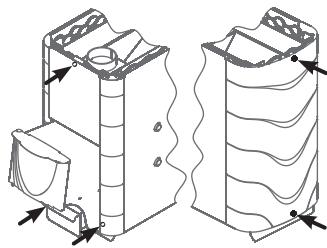

Рисунок 12. Саморезы для демонтажа конвектора печи
2. Снять конвектор, открутив 5 саморезов (рисунок 12);